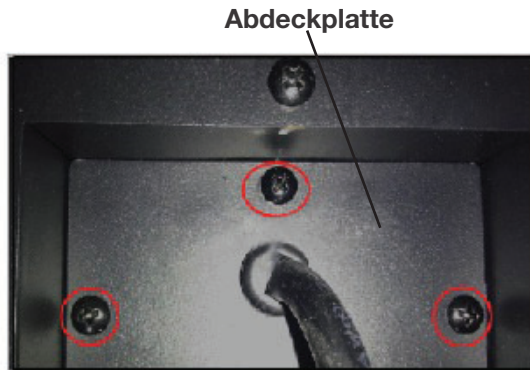

Abb. 1
1. Entfernen Sie die Abdeckplatte auf der rechten Seite der Unterseite des Geräts, indem Sie die 3 Schrauben entfernen (**Abb. 1**).
5. Bringen Sie die Abdeckplatte mit den 3 in Schritt 1 entfernten Schrauben wieder an (**Abb. 1**).